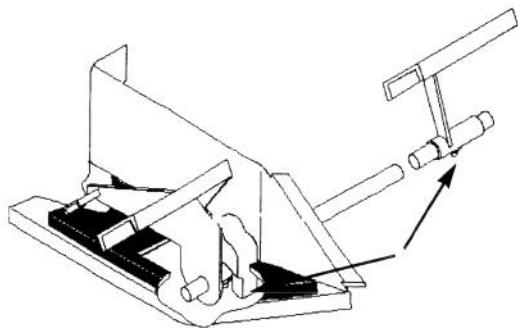

Figure 23
3. Sur les modèles hydrostatiques, graisser la pédale de commande de déplacement (ou les pédales de frein et d'embrayage sur les modèles à boîte de vitesses) au point d'articulation sur l'arbre de montage (Fig. 23).